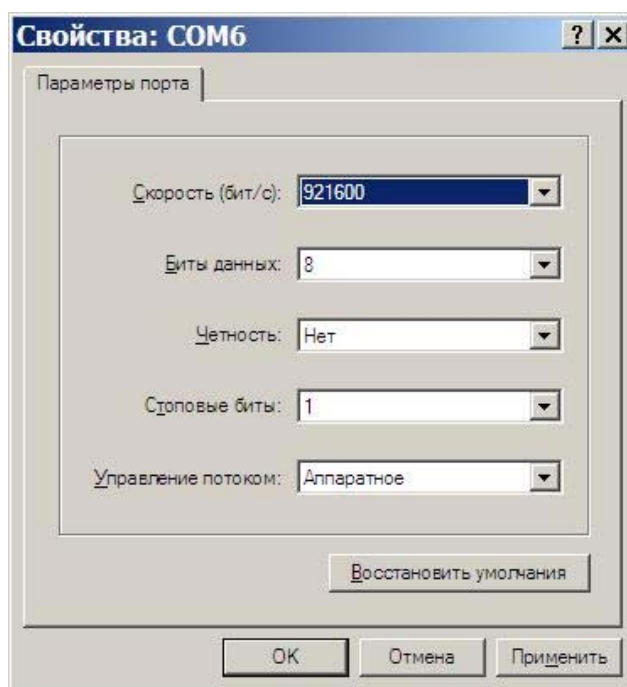

Рисунок 6.10 – Окно «Свойства:»
6.3.14 Появится окно «Свойства:» (см. рисунок 6.10).